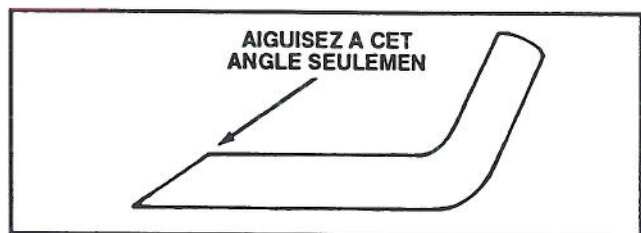

Figure 20
6. **AIGUISAGE DE LA LAME** – Au moyen d'une lime, affuter la partie supérieure de la lame (le côté dirigé vers le haut du carter de la tondeuse) en conservant l'angle de coupe original (fig. 20). Si la même quantité de métal est retirée sur chaque tranchant, la lame reste équilibrée.